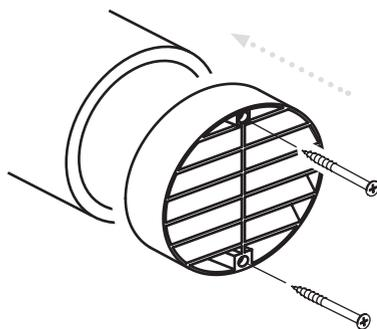

Рисунок 6.5 – Размещение решетки
8. Установите воздухозаборную решетку на трубу и закрепите с помощью самонарезающих винтов 4×90 (рис. 6.5). Можно дополнительно зафиксировать решетку клеем, не имеющим запаха и стойким к перепадам температуры.